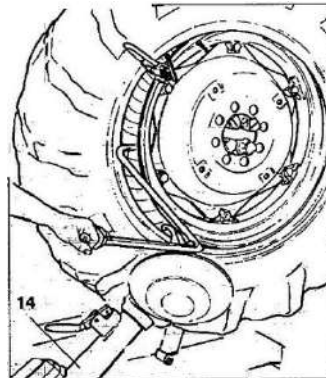

Рисунок 28
24) Переместите держатель (14, Рисунок 28) в рабочее положение.
26) Поверните шпindel немного по часовой стрелке, пока вы не сможете вставить рычаг направляющей борта в его гнездо на крючке (см. Рисунок 28). Этот рычаг поставляется как опция.